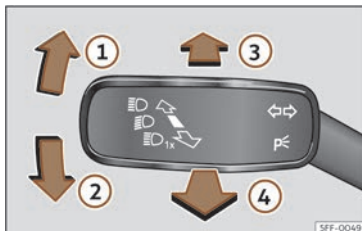

Fig. 96 Panca de intermitentes e de luz de estrada (segundo versións).
- Dende a posición de base, prema cara adiante a panca dos intermitentes e da luz da estrada>>> fig. 96 ③.
- **OU BEN:** coa luz de estrada conectada, puxe cara atrás da panca dos intermitentes e luz de estrada>>> fig. 96 ④.